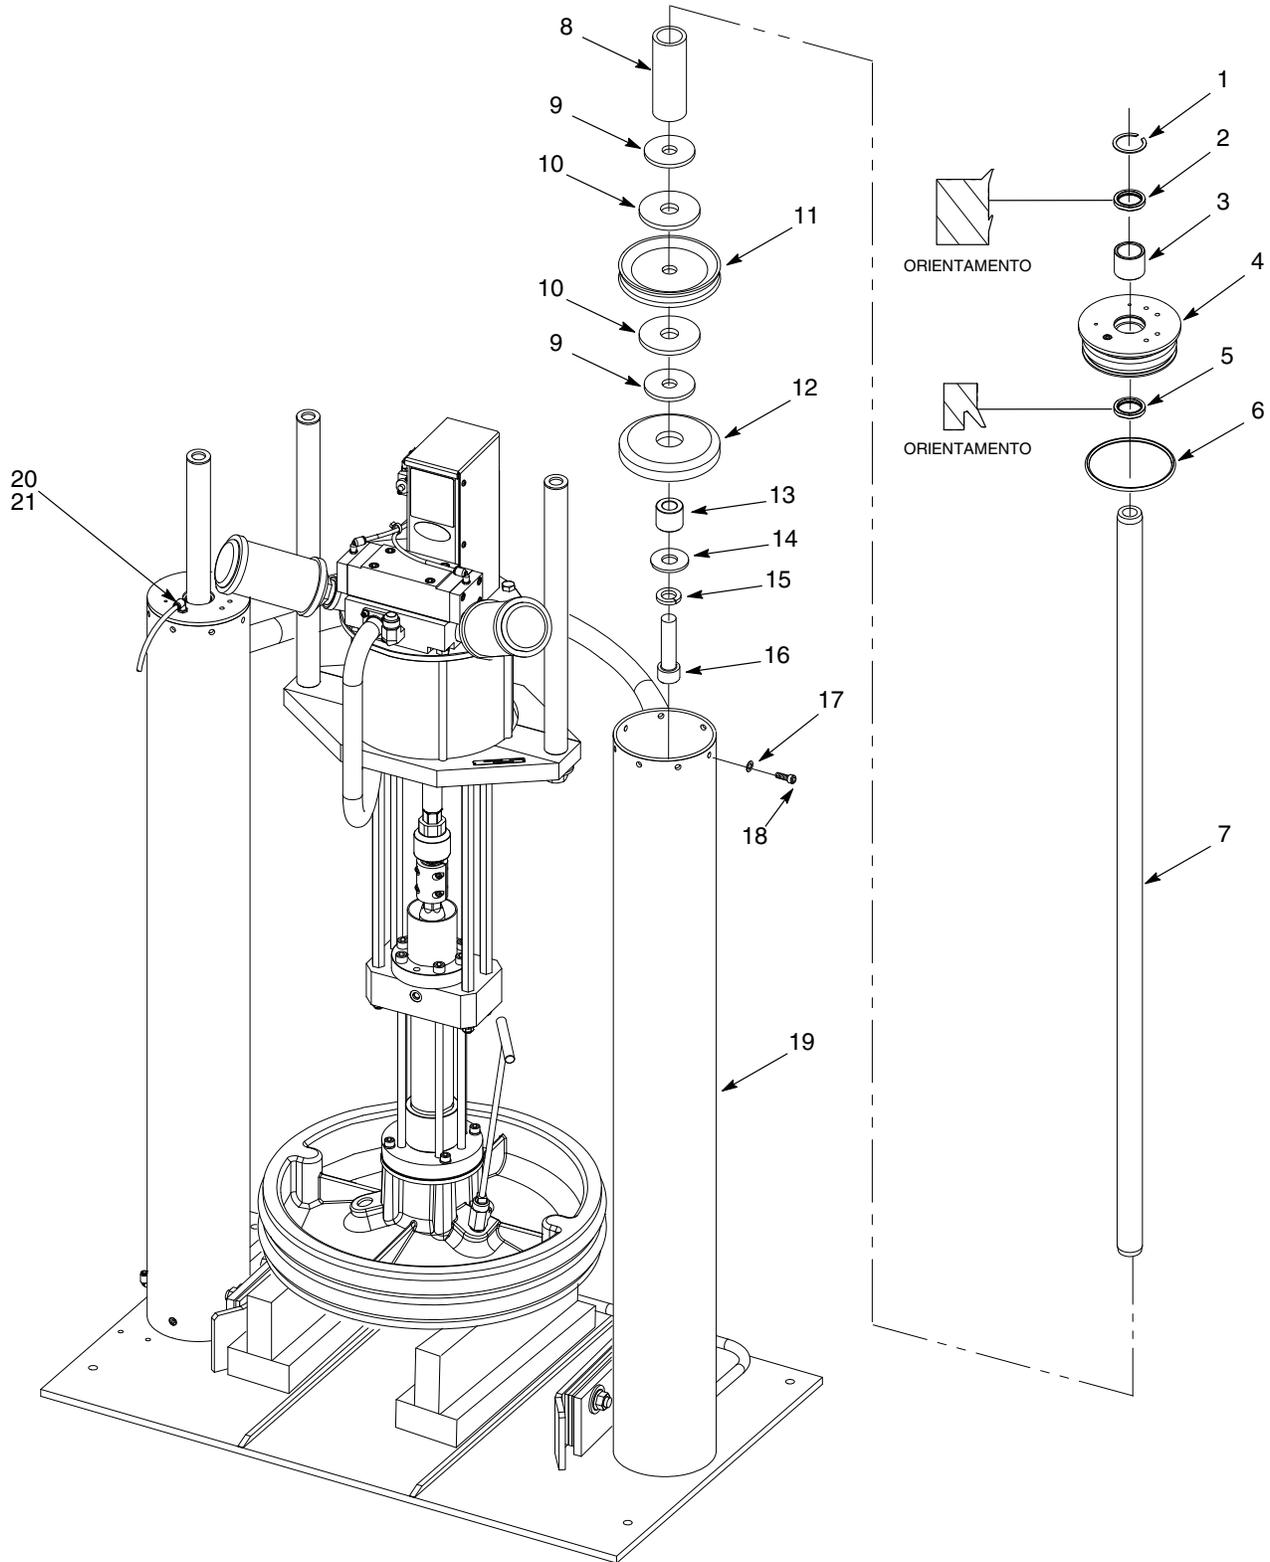

Figura 3 Ricostruzione dei cilindri del telaio grande
- Vedi figura 3. Smontare da ogni albero del cilindro (7) quanto segue:
- vite dell'albero (16)
- rondelle elastiche di sicurezza (15)
- rondelle piatte (14)
- distanziatore del pistone inferiore (13)
- disco guida del pistone (12)
- piastre di supporto del pistone (9)
- guarnizioni (10)
- guarnizione del pistone (11)
- arresto del pistone (8)
- Smontare la testa del cilindro (4) da ciascun albero del cilindro (7).
- Vedi figura 3. Pulire le pareti interne dei cilindri pneumatici (19). Applicare immediatamente uno strato di lubrificante per o-ring per evitare la corrosione.
- Pulire le teste dei cilindri (4) e gli alberi dei cilindri (7).
- Sostituire le guarnizioni di tenuta (5 e 11), i raschietti spazzola (2), i cuscinetti (3), gli o-ring (6) e le guarnizioni (10).
- Vedi figura 3. Lubrificare i seguenti pezzi nuovi con gelatina di petrolio grezzo e montarli in ciascuna testa del cilindro (4):
- guarnizione dell'albero (5)
- cuscinetto (3)
- raschietto spazzola (2)